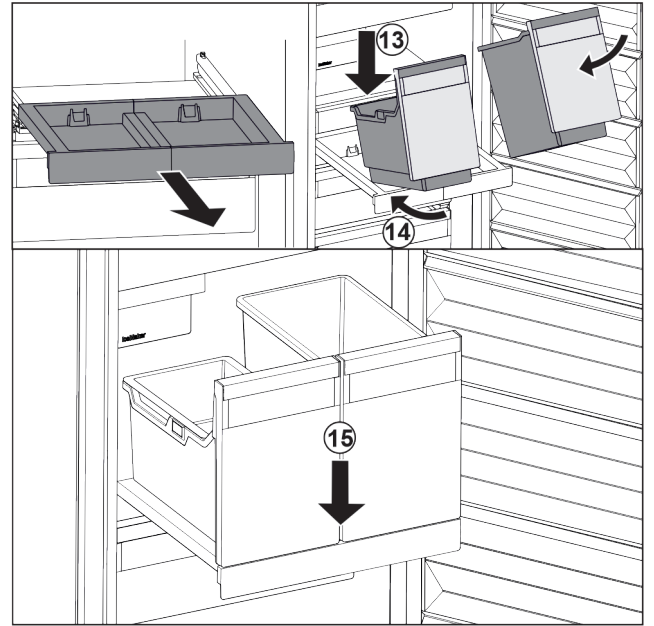

Fig. 175
- ▶ 将容器斜放在拉出式搁板上。 Fig. 175 (13)
- ▶ 将容器斜着向后推入。 Fig. 175 (14)
- ▶ 放下容器前部。 Fig. 175 (15)